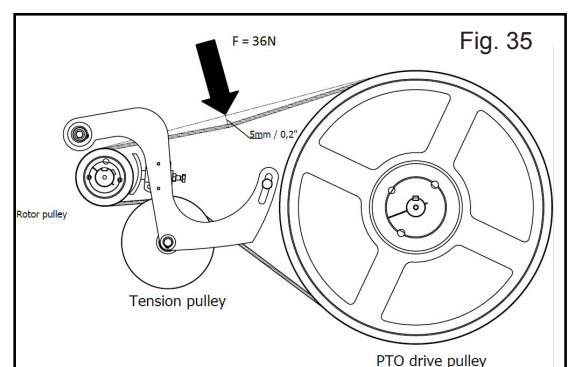

Fig. 35
9. La tensión es la correcta cuando se puede jalar la correa de transmisión hacia abajo $\pm 0,5$ cm / 0,2 pulgadas con una fuerza de ± 36 N (Fig 35). Todas las correas de transmisión deben tener la misma tensión.